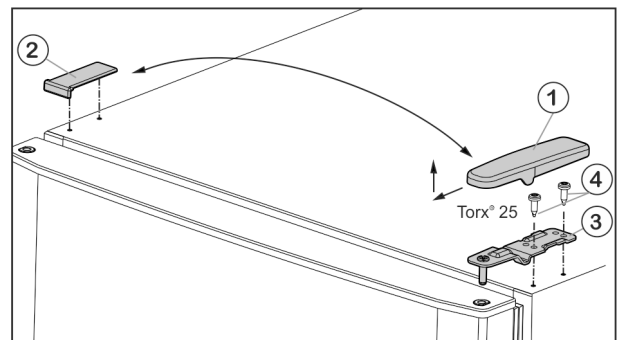

Fig. 5
- ▶ Abdeckung Fig. 5 (1) nach vorne und oben abziehen.
- ▶ Abdeckung Fig. 5 (2) abheben.
- ▶ Oberen Lagerbock Fig. 5 (3) abschrauben (2 mal Torx® 25) Fig. 5 (4) und nach oben abziehen.
- ▶ Oberen Lagerbock Fig. 5 (3) auf der neuen Scharnierseite in die Tür einsetzen.
- ▶ Oberen Lagerbock **fest (mit 4 Nm)** anschrauben (2 mal Torx® 25) Fig. 5 (4). Eventuell einen Akkuschrauber verwenden.
- ▶ Abdeckung Fig. 5 (1) auf der Gegenseite von außen aufsetzen und einrasten.
- ▶ Abdeckung Fig. 5 (2) jeweils auf der Gegenseite von oben aufsetzen und einrasten.